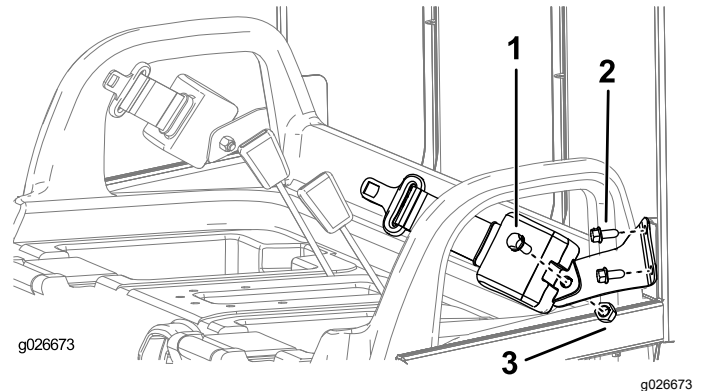

Figure 10
1. Fixez un support de ceinture de sécurité sur chacune des pattes de la structure ROPS à l'aide de 2 boulons ( $\frac{3}{8}$ " ), comme montré à la Figure 10.
3. Fixez l'extrémité rétractable de chaque ceinture de sécurité à chaque support d'ancrage au moyen d'un boulon ( $\frac{7}{16}$ " ) et d'un écrou ( $\frac{7}{16}$ " ), comme montré à la Figure 10.